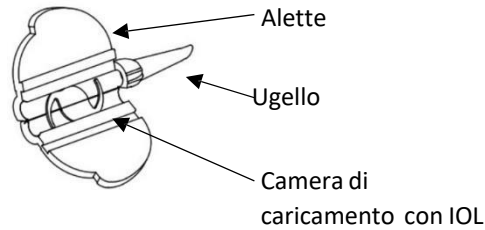

Fig. 1
6. Mantenere aperte le alette della cartuccia, centrare la IOL e premere delicatamente con le pinze la lente assicurandosi che il bordo dell'ottica sia effettivamente posizionato sotto il bordo della camera di caricamento come illustrato in Fig. 1.